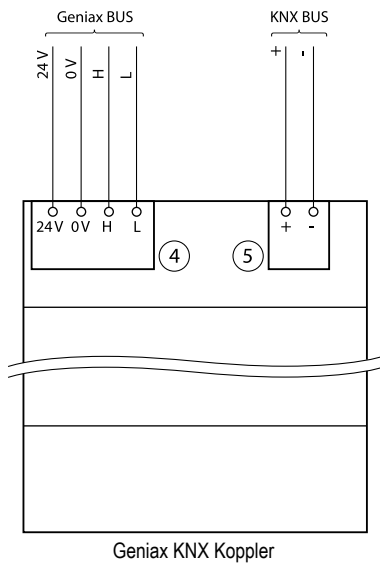

Fig. 14-10: Anschluss Geniax KNX Koppler an Geniax BUS-System und KNX BUS-System
- Die vier farbigen Adern (rot, schwarz, gelb, weiß) des GeniAx Buskabels an die entsprechenden Klemmen der Klemmengruppe 4 anschließen gem. Tab. 14-5 und Fig. 14-10.
- Die zwei farbigen Adern (rot, schwarz) des KNX Anschlusskabels anschließen an die entsprechenden Klemmen Plus (+) bzw. Minus (-) der Klemmengruppe 5 des KNX Koppler gem. Tab. 14-5 und Fig. 14-10.